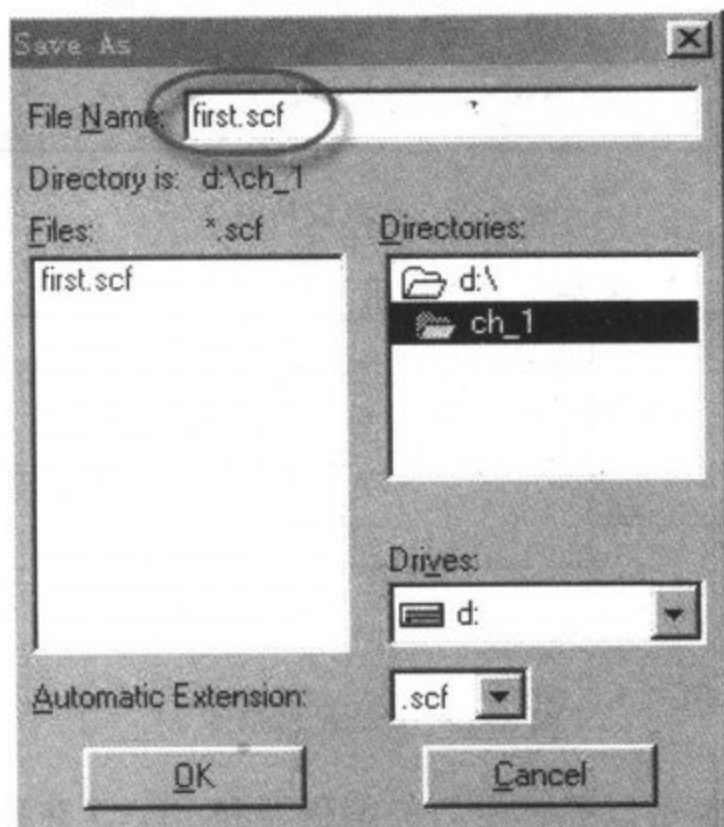

图 3-26 保存波形图文件
(6)单击保存按钮,将文件保存为 first.scf 文件,如图 3-26 所示。